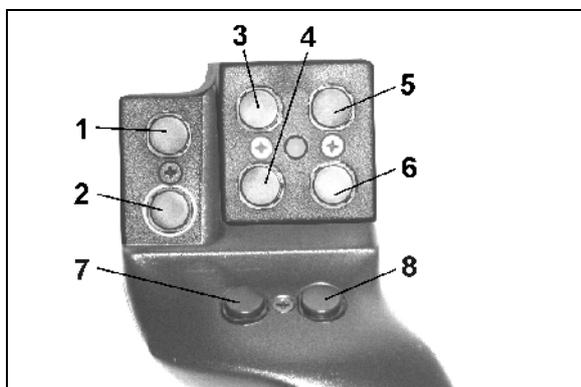
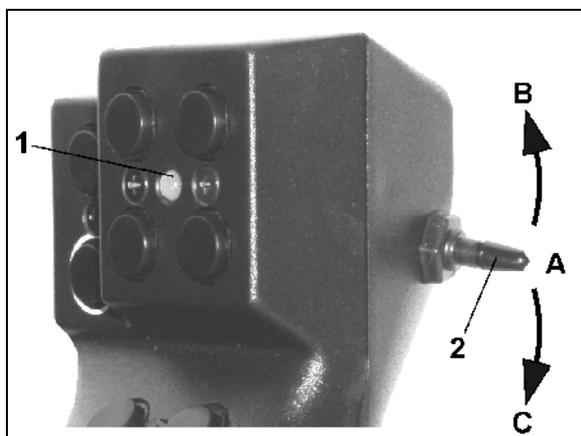

Рис. 130
Рис. 131
Для управления терминалом AMATRON⁺ джойстик (Рис. 130) оснащен 8 кнопками (1–8). В дальнейшем с помощью 3-позиционного переключателя (Рис. 131/2) возможно изменение функций кнопок.
- среднем положении (Рис. 131/A) и может быть установлен
- как в верхнее (Рис. 131/B), так и
- в нижнее (Рис. 131/C) положение.
Положение переключателя отображается с помощью светодиодного индикатора (Рис. 131/1).